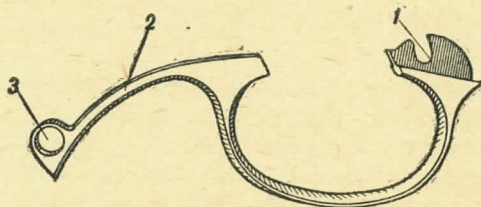

Рис. 22. Спусковая скоба:
20. Спусковая скоба (рис. 22) служит для предохранения хвоста спускового крючка от случайного нажатия на него. Она имеет: хвост с отверстием для надевания на ось, укрепленную в загнутой полосе рамки, и полукруглый вырез, которым скоба надевается на винт, прикрепляющий ее к нижней стенке рамки.